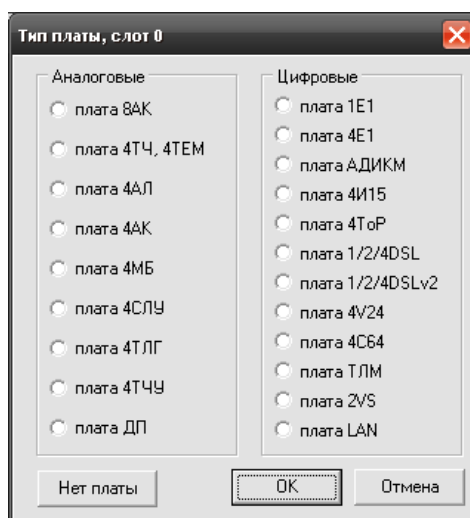

Рисунок 5
- выбрать из появившегося контекстного меню пункт «изменить тип платы», после чего появится список возможных типов модулей для записи в конфигурацию (рис.5);